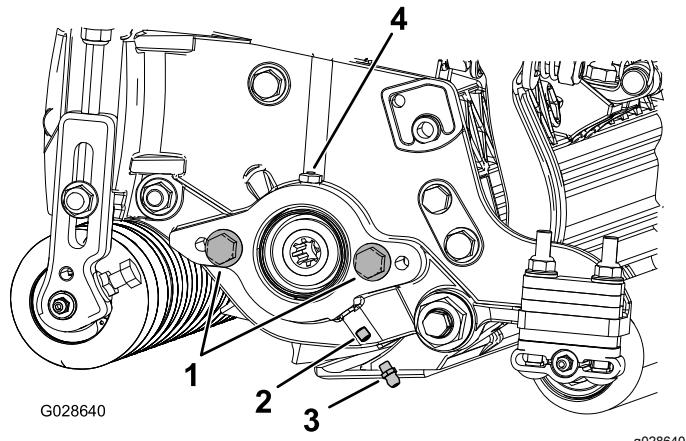

图 4
1. 拆下并丢弃滚刀马达侧板上的固定螺丝 图4。
2. 安装直通黄油嘴 图4。
2. 如果滚刀马达侧板上没有平头螺丝请安装 图 4。
3. 润滑侧板直至多余的润滑脂流出润滑孔 图 4。